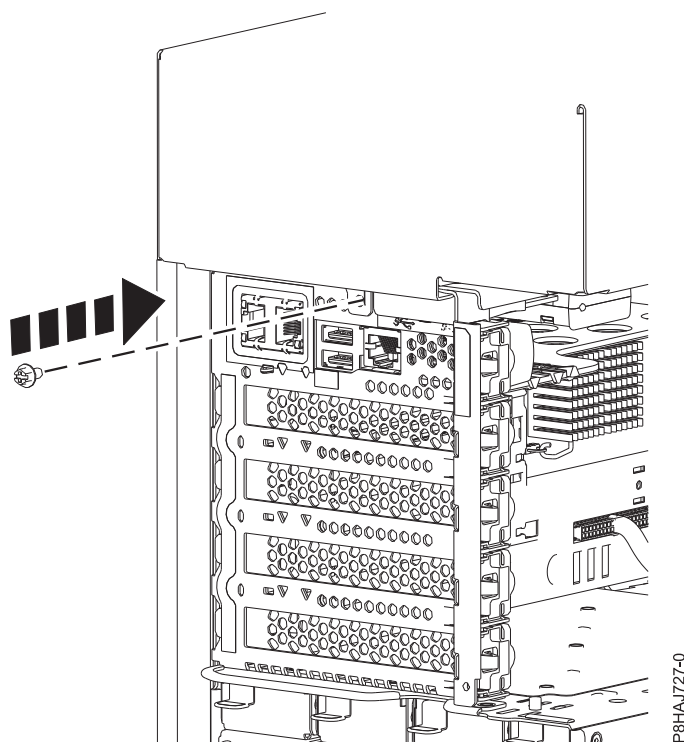

図 27. 8286-41A サイド・カバーねじの取り付け
5. プラスのねじ回しを使用して、サイド・カバー後部ねじを取り付けます (49 ページの図 27 を参照)。